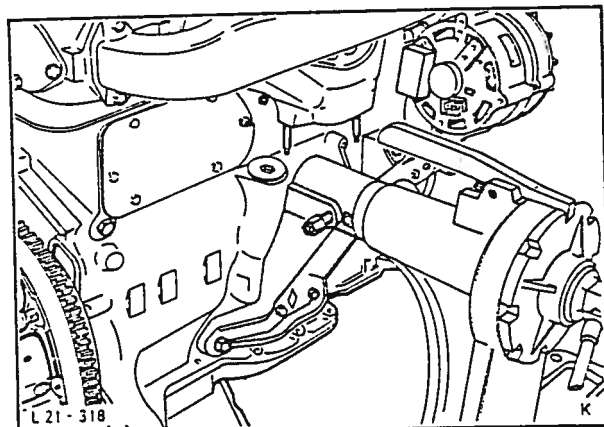

Fig. 37 Monter motoren til stativet ved bruk av motorens festeanordning.
1. Fest motoren på monteringsbraketten med spesialverktøy 21-081 og universal-spindelen 21-023, fig. 37.